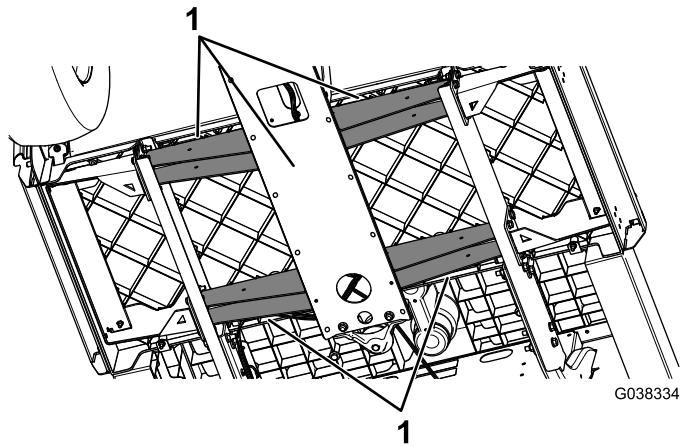

Figure 3
- Placez un cric sous le cadre pour soutenir l'avant de la machine (Figure 3).